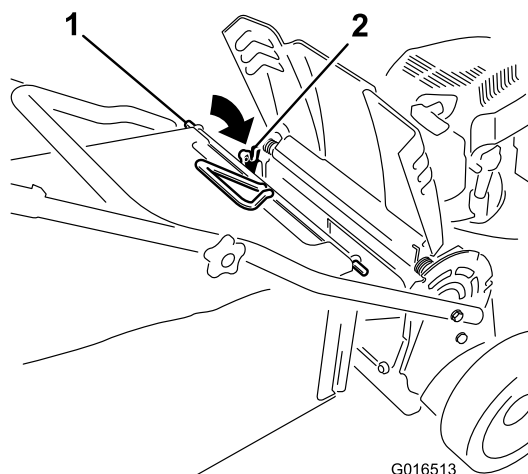

Figura 26
3. Installate l'asta del cesto nelle tacche alla base della maniglia e spostate il cesto avanti e indietro per accertare che l'asta sia posizionata a fondo in entrambe le tacche; vedere Figura 26.